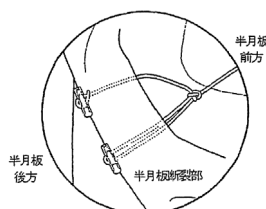

図 7
8. 手順 (4) と同様にして、2 個目のインプラントを残し、Ultra FAST-FIX デリバリー ニードルを半月板組織から抜く。(図7参照)